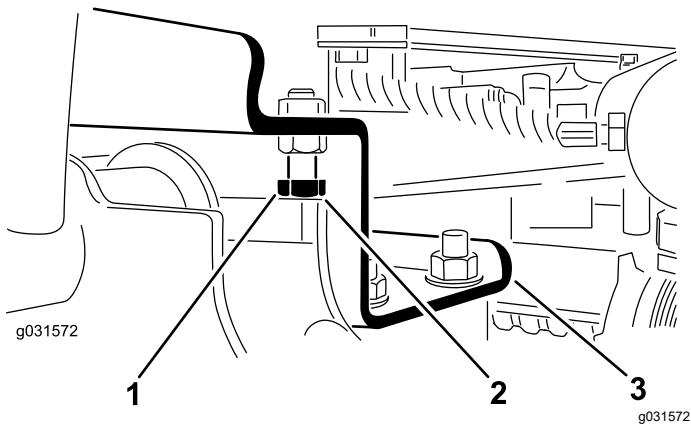

Figura 11
- Allentate i bulloni di arresto (Figura 11).
- 2. Assicuratevi che la distanza tra ciascun braccio di sollevamento e il bullone di arresto sia pari a 0,13–1,02 mm, come illustrato nella Figura 11.